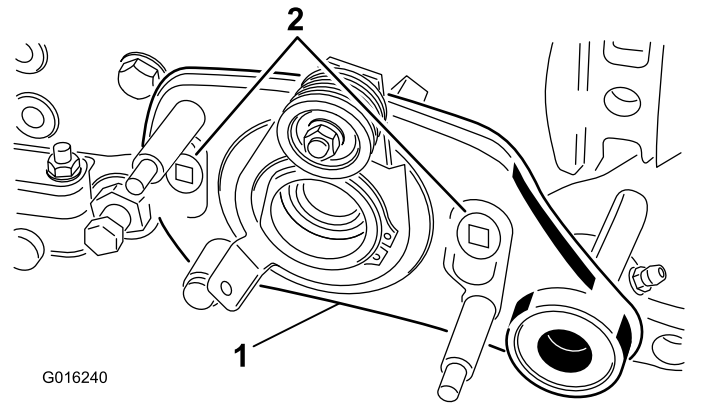

Bild 8
8. Entfernen Sie die beiden Ansatzschrauben, mit denen die Antriebsscheibenbaugruppe am Rahmen des Mähwerks befestigt ist (**Bild 8**).
9. Entfernen Sie die Antriebsscheibenbaugruppe des Groomers (**Bild 8**) von der Groomerwelle und dem Mähwerk, und suchen und entnehmen Sie die Groomer-Unterlegscheibe.